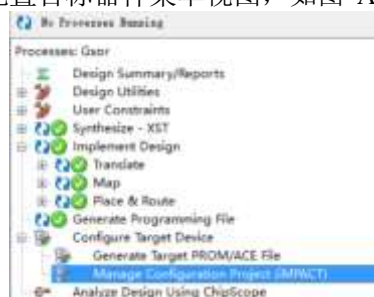

图 A.2-29 展开后的Configure Target Device菜单
2) 在进程运行管理(Processes Running)窗口用鼠标点击“+ **Configure Target Device**”前的“+”号扩展配置目标器件菜单视图，如图 A.2-29所示。